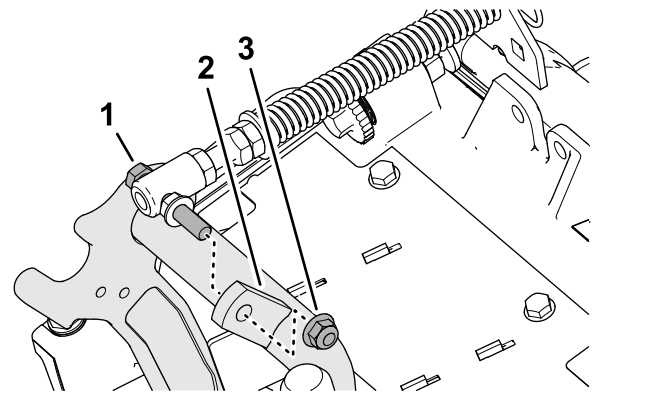

Figura 19
3. Retire a porca de bloqueio flangeada (3/8 pol.) que fixa o parafuso da mola de compensação da relva à aba direita da estrutura de suporte, e retire a mola de compensação da unidade de corte (**Figura 19**).